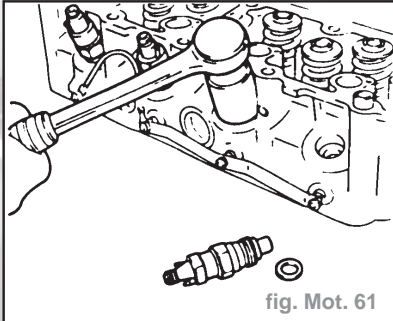

fig. Mot. 61
- Dévisser les porte-injecteurs (fig. Mot. 61).